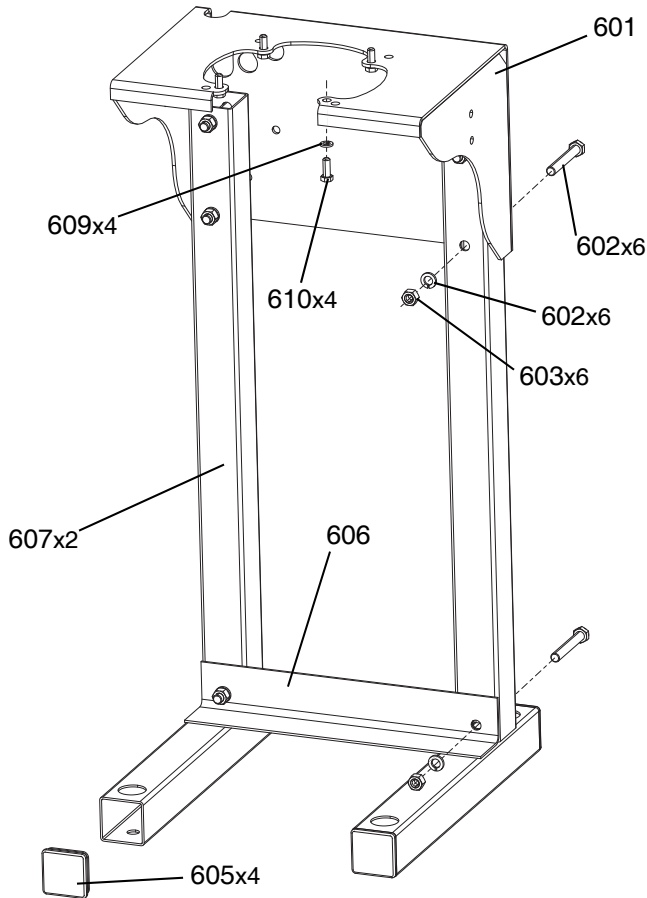

图 27: 泵立式
2. 确保使用壁式机架作为模板进行水平壁式安装。为安装螺栓钻四个直径为 7/16 英寸（11 毫米）的安装孔。请参见图 27 了解安装孔紧固件的位置。